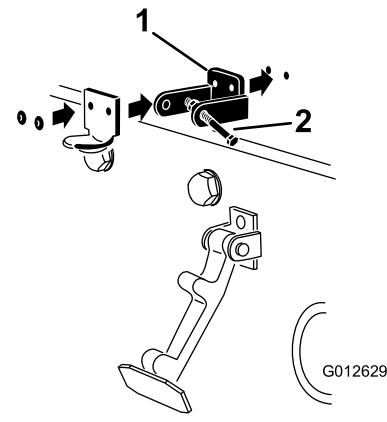

Рисунок 8
3. Выравнивая монтажные отверстия, поместите стопорный кронштейн стандарта ЕС и кронштейн защелки капота на капот. Стопорный кронштейн должен быть прижат к капоту (Рисунок 8). Не снимайте болт с гайкой в сборе с рычагом стопорного кронштейна.
5. Прикрепите кронштейны и шайбы заклепками к капоту (Рисунок 8).